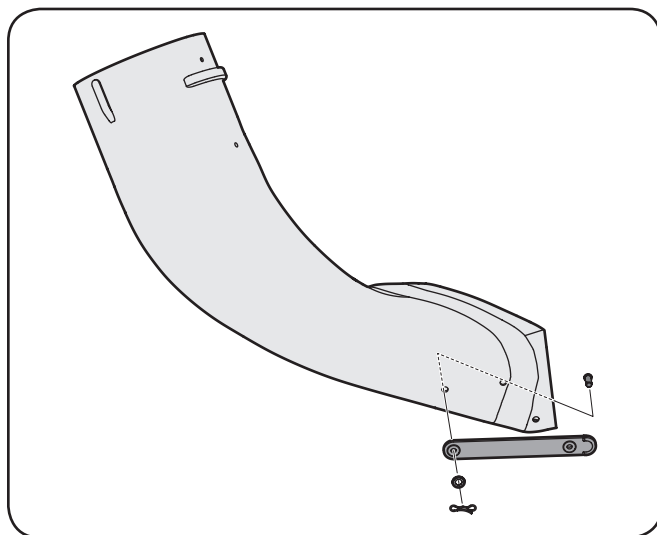

Figura 4-18
9. Instale la tira del canal de caucho en el codo del canal usando el pasador de horquilla, arandela y pasador de chaveta con unión curva provistos. Vea la Figura 4-18.